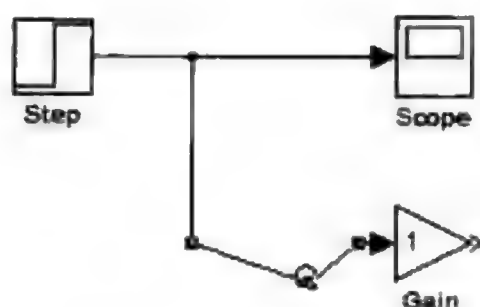

图 2.1.20 曲折连线
⑤ 连线的折曲: 选择要折曲的线段, 将鼠标指针移动到要折曲的点上, 按 shift 键, 并按住鼠标左键, 这时鼠标指针会变成一个圆圈状, 移动折曲点至目标位置后松开鼠标, 完成折曲。如图 2.1.20 所示。